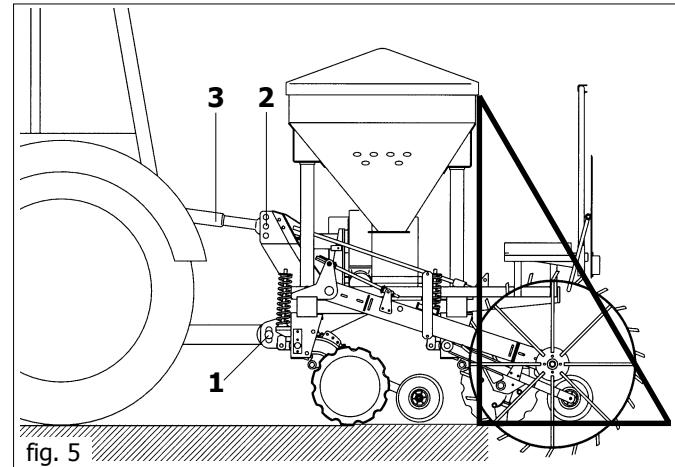

fig. 5
- 1) Die Hubvorrichtungsstangen in die vorhandenen Bolzen einhängen (1 fig. 5) und mit den Sicherheitssplints blockieren.
- 2) Der Oberlenker (2 Abb. 5) ankuppeln. Der Bolzen muß durch seinen Splint blockiert werden; mit der Einstellzugstange (3 Fig. 5) die Sämaschine senkrecht zum Boden ausrichten.